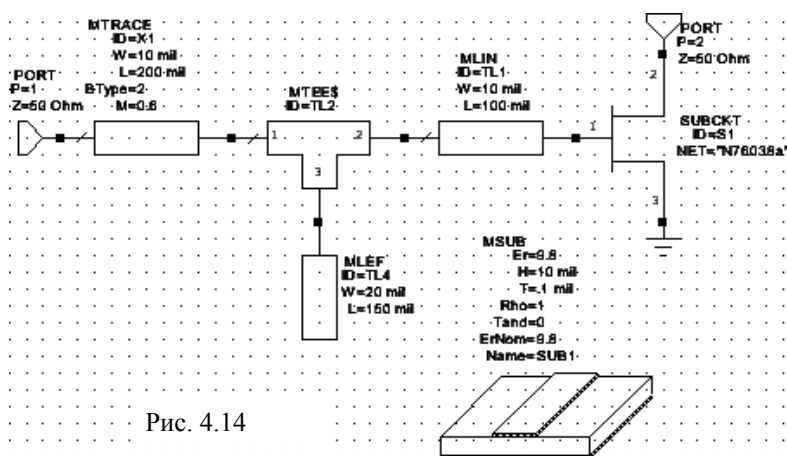

Рис. 4.14
- Port** на панели инструментов, переместите курсор в окно схемы, поместите порт на левом узле элемента **MTRACE**, как показано на рис. 4.14 и щёлкните левой кнопкой мышки, чтобы зафиксировать.
- Чтобы закончить схему, щёлкните левой кнопкой мышки по значку **Ground** на панели инструментов, переместите курсор в окно схемы, поместите землю на узле **3** элемента **SUBCKT** и щёлкните левой кнопкой мышки, чтобы зафиксировать (Рис. 4.14).